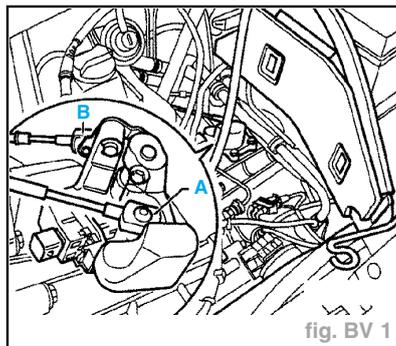

fig. BV 1
- Soulever le câble de commande de vitesses (A) du levier de vitesses (fig. BV 1).
- Soulever le câble sélecteur (B) du levier de renvoi.